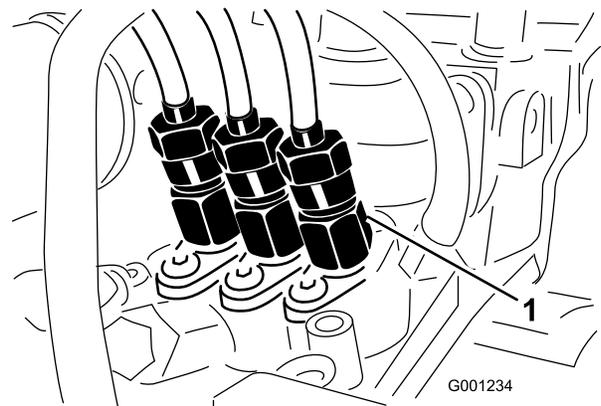

Bild 55
1. Lockern Sie den Leitungsanschluss an der Einspritzdüse Nr. 1 und dem Halter an der Einspritzpumpe (Bild 55).